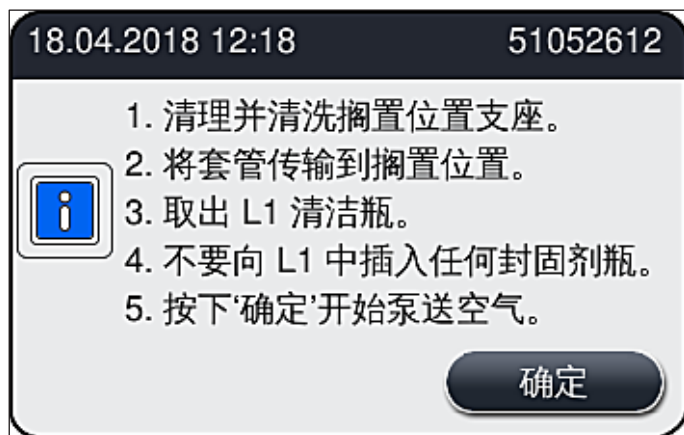

图 105
4. 请注意下一条其中包含说明的消息 (→ 图 105)，并使用 **确定** 按钮确认。